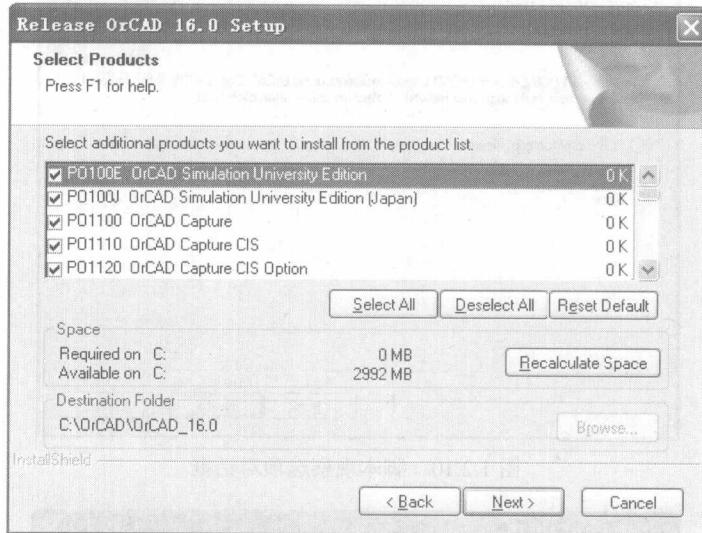

图 1.2.8 安装产品选择对话框
(6) 在弹出的如图 1.2.8 所示安装产品选择对话框中, 勾选需要安装的产品, 单击 Next 按钮。其部分产品如下: